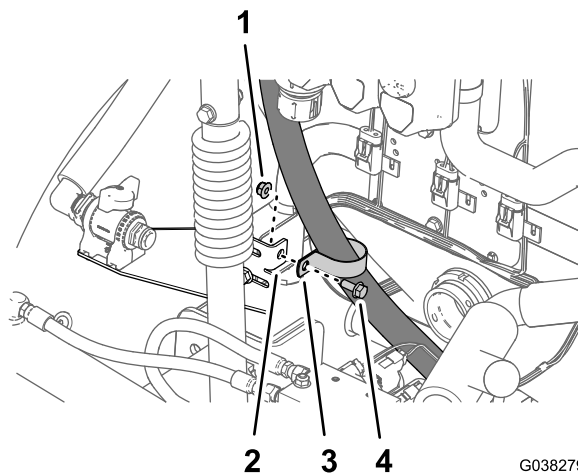

Рисунок 72
- Прикрепите шланг к шлангу подачи опрыскивателя и к выступу кронштейна клапана перемешивания (Рисунок 72) с помощью болта с фланцевой головкой (5/16 x 3/4 дюйма) и фланцевой контргайки (5/16 дюйма).